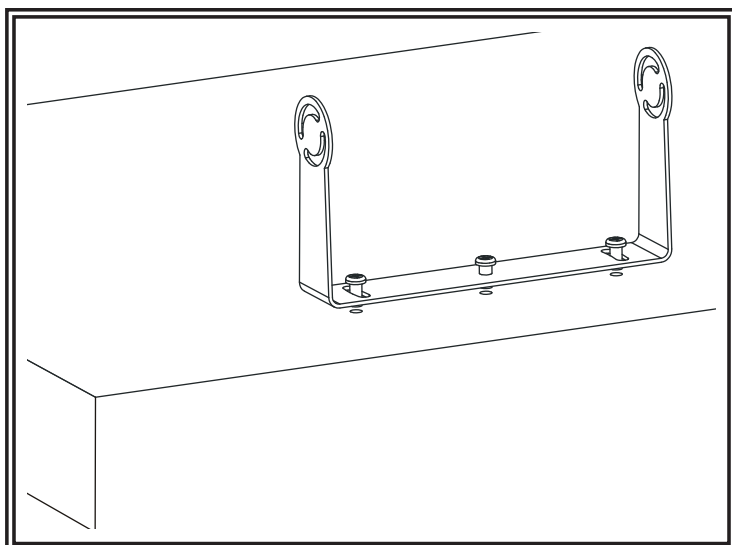

Figure 4
1. Choisissez un emplacement adapté sur le véhicule et fixez la patte de support en U à l'aide des vis (Figure 4).